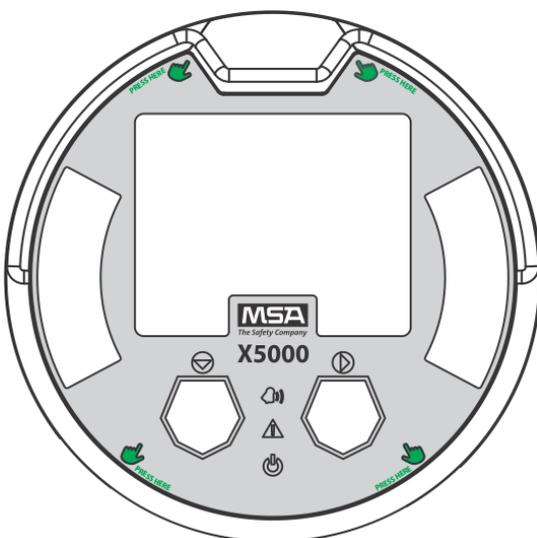

Fig. 34 Las zonas resaltadas indican dónde presionar al montar de nuevo la pila de placas
- (12) Coloque de nuevo la pila de placas alineando los cuatro salientes con los cuatro orificios del interior de la carcasa del ULTIMA X5000. Presione firmemente la pila de placas en los puntos indicados (véase la Fig. 34).